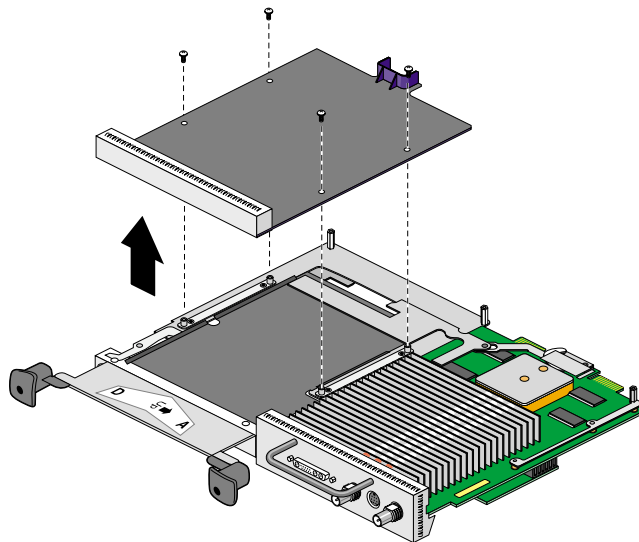

図2-12 ブランキングパネルの取り外し
2. 図2-12 に示すように、ブランキングパネルまたはオプションボードをボードの前面およびコネクタがない側をつかんで引き上げます。